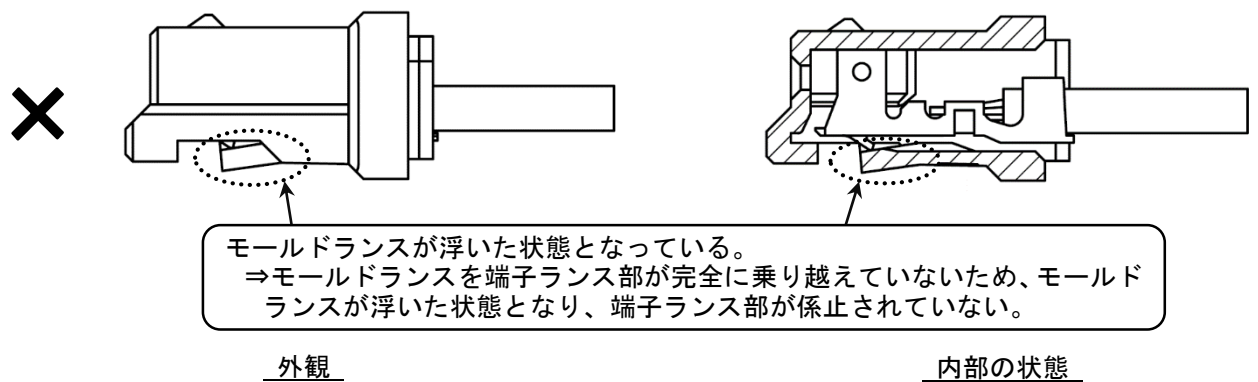

Fig. 5-3
- ⑤ すべての端子の装着後、リセプタクルハウジングのモールドランス部の状態を確認してください。正しく装着されている場合、端子ランス部が完全にモールドランスを乗り越えた位置にあり、モールドランスが下がり切っている状態となっています。(Fig. 5-3)
※端子が不完全装着の場合、端子ランス部がモールドランスに引っ掛からない状態になり、端子が保持出来ません。(Fig. 5-3)
※モールドランスが下がり切っていない箇所(Fig. 5-3：不完全装着の場合)では、モールドランスが最も変形している状態です。そのため、この状態のハーネス品は端子を再挿入しても、モールドランスが正規の状態に戻らず保持力が低下する場合があります。このような場合は、必ずリセプタクルハウジングを取り替えて下さい。